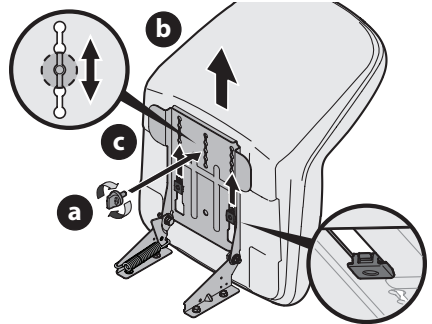

Figura 3
4. Deslice el asiento (b) hacia atrás en el soporte de pivote del asiento (c), alineando una de las ranuras del soporte de pivote del asiento (c) con el orificio que está en la parte posterior central de la base del asiento (b) (Figura 3).
NOTA: asegúrese que las dos lengüetas del asiento se enganchen en el soporte de pivote del asiento, como se muestra en el recuadro inferior derecho de la Figura 3.
5. Seleccione la posición deseada del asiento (b) y fíjela con la perilla de ajuste o perno de 9/16 pulgada (a) que retiró en el Paso 2 (Figura 3).